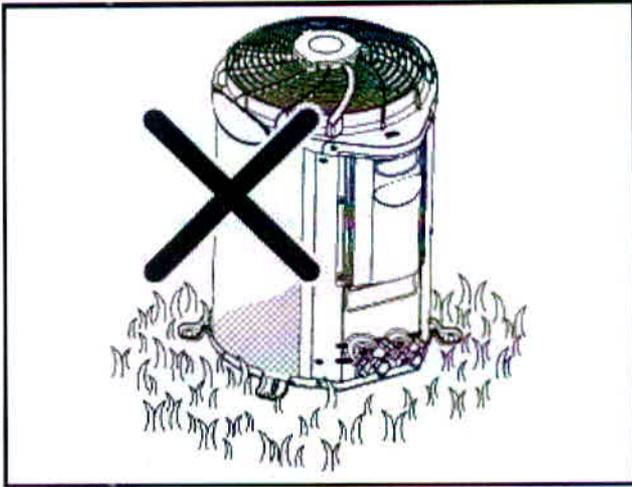

FIGURA 4 - DESNIVELAMENTO DA UNIDADE CONDENSADORA
- Recomenda-se não instalar a unidade diretamente sobre superfícies irregulares, tal como grama, pois acabará por prejudicar o nivelamento da unidade (figura 4).